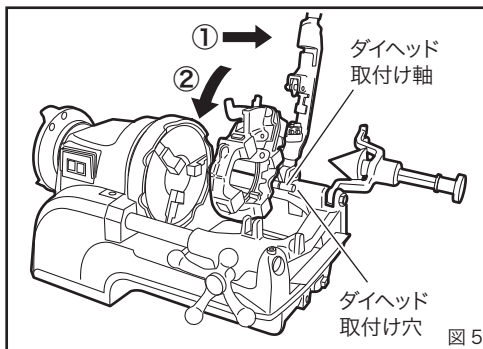

図 5
4. パイプサイズに合ったダイヘッドを取り付ける (図 5)